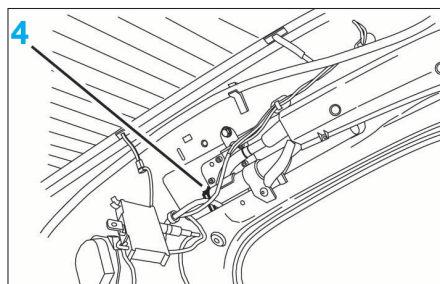

FIG. 12
- Laisser pendre l'amplificateur (2).
- le connecteur (3) d'ampli.
- le connecteur (4) (Fig.12).